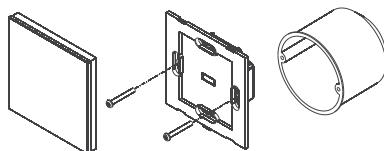

Рис. 2. Установка панели.
- Зафиксируйте корпус панели в монтажной коробке (Рис. 2).